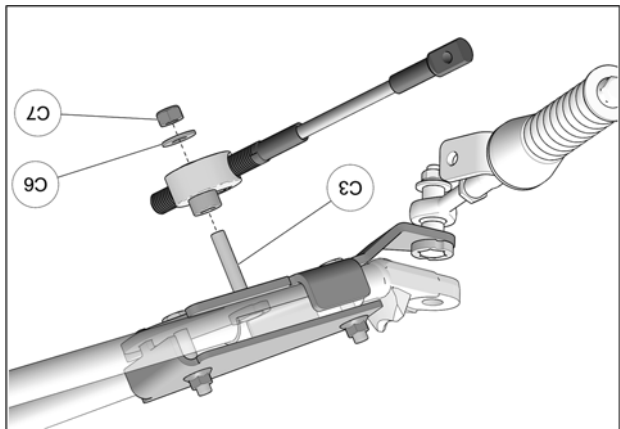

Fig. 22
12. Positionner le disque en aluminium du limiteur de conduite au boulon (C3). Utiliser la rondelle (C6) et l'érou (C7) pour fixer le limiteur de conduite en place. Serrer l'érou à un couple de 50 N•m [37 lb•pi]. Fig. 22